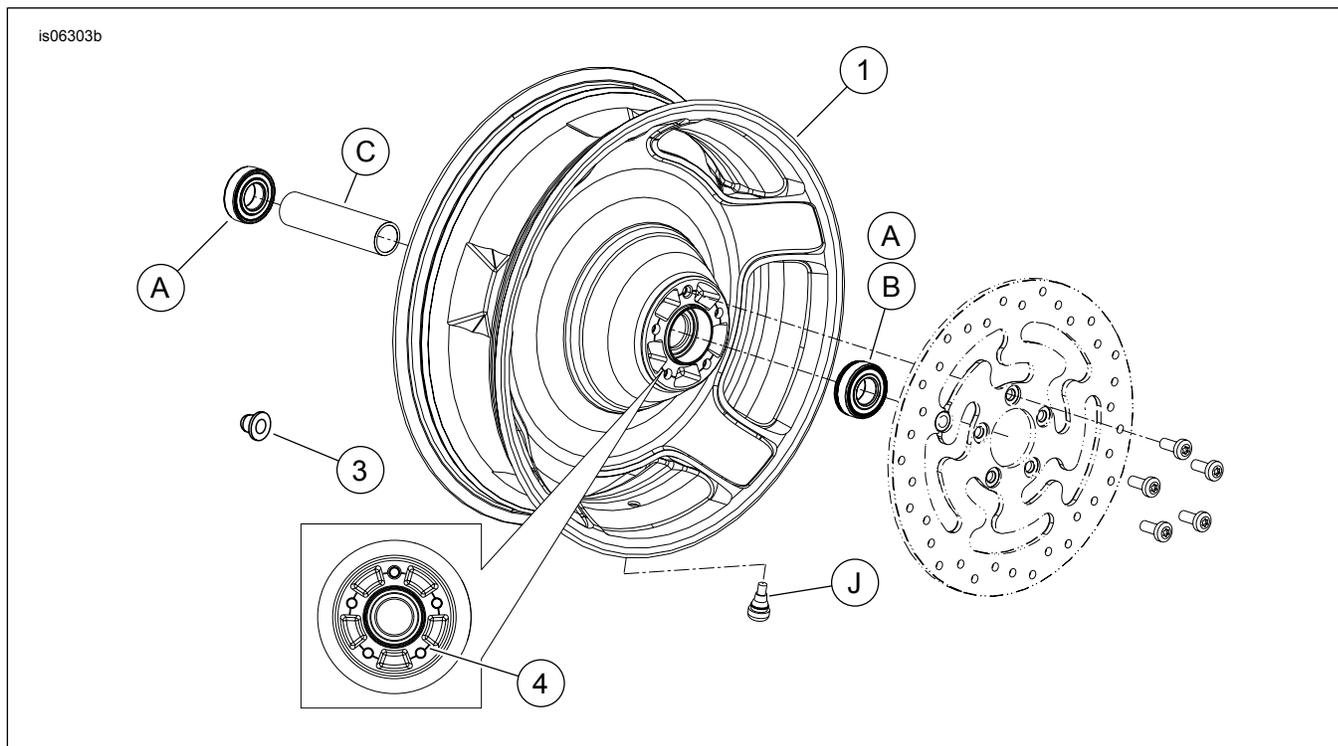

Abbildung 1. Ersatzteile: „Airstrike“-Hinterrad
Siehe Abbildung 1 und Ersatzteiletabellen.
- Siehe Abbildung 1. Die Ventilschaft-Baugruppe (J) am Rad anbringen. Siehe REIFEN im Werkstatthandbuch.